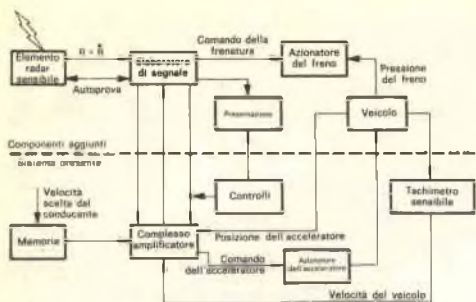

Fig. 1 - Il sistema adattevole Bendix per il controllo della velocità comprende la misura di distanze ed il controllo della frenatura.
**CONTROLLO SU STRADA** - Il sistema ASC Bendix è un'aggiunta al sistema automatico elettronico per il controllo della velocità della stessa ditta. Nella *fig. 1*, i componenti sotto la linea tratteggiata fanno parte del controllo di velocità, e quelli sopra la linea tratteggiata compongono il controllo automatico su strada. Il conducente aziona il sistema premendo un pulsante già predisposto. Il sistema memorizza la velocità prescelta ed aziona l'ac-
indicare la percentuale d'umidità. Tuttavia, poiché i sali presentano alla corrente continua un certo tipo di polarizzazione che si manifesta come una variazione continua di resistenza, nel circuito è necessaria la corrente alternata (ved. *fig. 1*).
**FUNZIONAMENTO DEL CIRCUITO** - Il transistor  $Q1$  ed i relativi componenti sono montati come oscillatore a doppio T. Con i valori specificati nella *fig. 1*, la frequenza è di circa 400 Hz. L'uscita prelevata dall'emettitore di  $Q1$  fornisce al ponte il segnale alternato. Lo strumento viene alimentato durante le semionde positive. I due controlli variabili ( $R5$  e  $R6$ ) vengono usati per regolare le due estremità della scala dello strumento.
Fig. 1 Il circuito oscillatore a doppio T (Q1) fornisce la corrente di depolarizzazione per l'elemento sensibile che forma un braccio del circuito a ponte. Q2 aziona lo strumento.